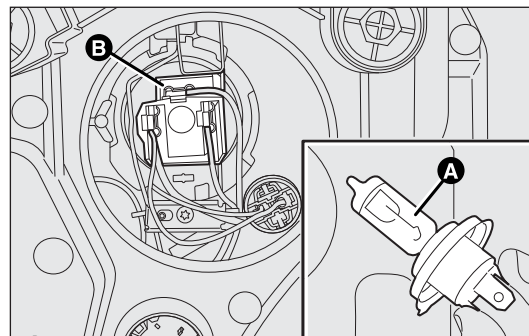

fig. 162
- ☐ desenchufe el conector eléctrico B-fig. 162 central y suelte el gancho de sujeción de la lámpara;